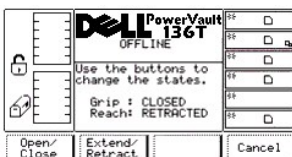

Abbildung 96. Dialogfeld "Service" > "Library" > "Diags" > "Fingers" > "Step" > "Gripper Finger"
- 1 Wenn die Taste unter dem Softkey **OK** gedrückt wird, wird das nächste Dialogfeld angezeigt (siehe Abbildung 96).